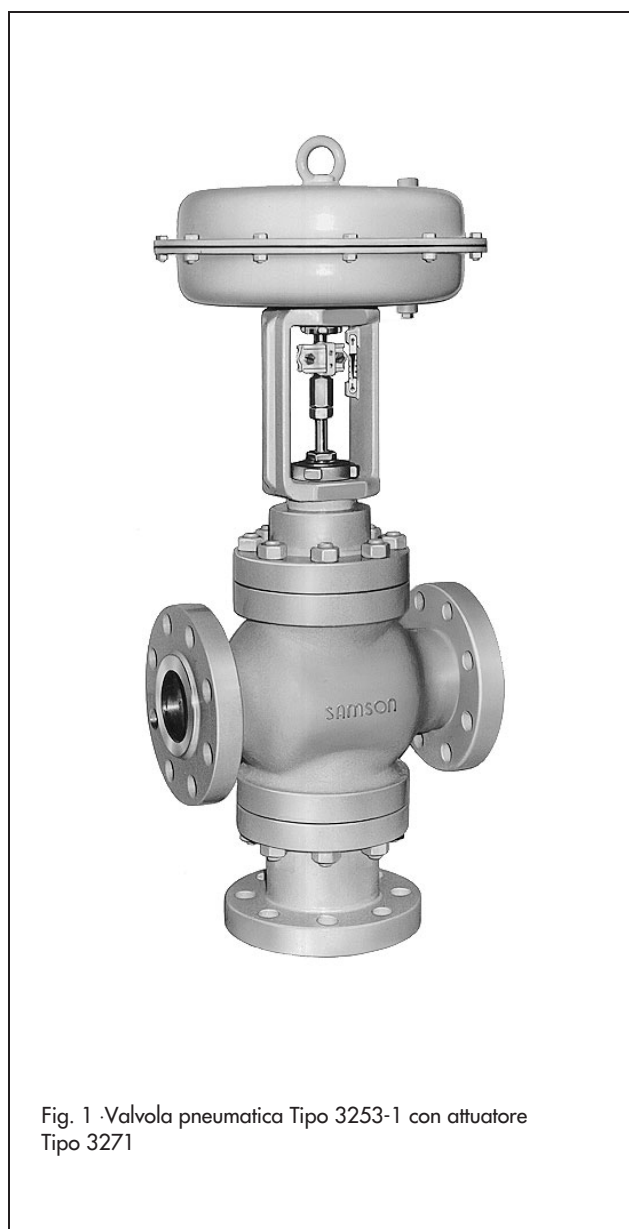

Fig. 1 · Valvola pneumatica Tipo 3253-1 con attuatore Tipo 3271
**Tipo 3253-1** (fig. 1) · valvola Tipo 3253 e attuatore Tipo 3271 da 350 ÷ 2800 cm2 – per i dettagli vedere T 8310-1/ -2